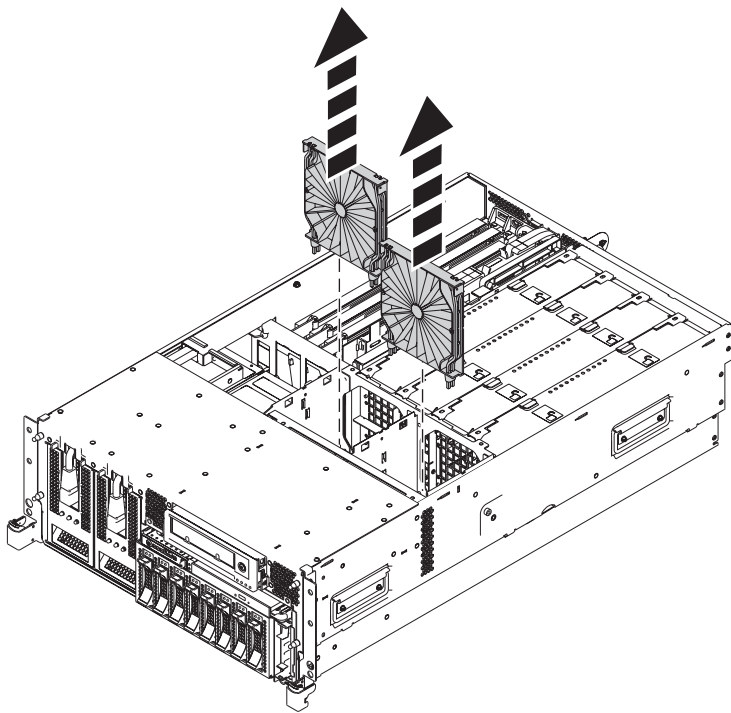

Figure 3. Retrait des grilles d'aération du boîtier de ventilation
- b. Pour retirer les grilles d'aération, saisissez-le et retirez-les du boîtier de ventilation, comme indiqué dans la figure 3.